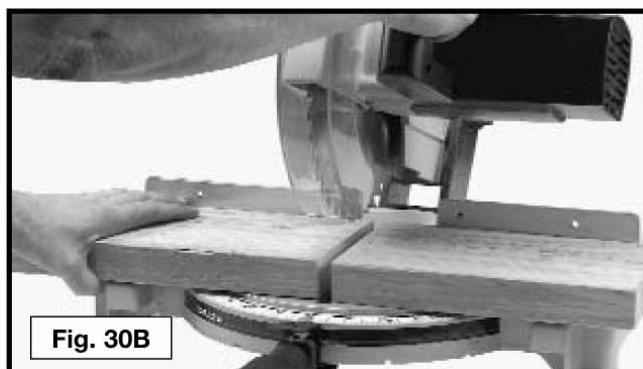
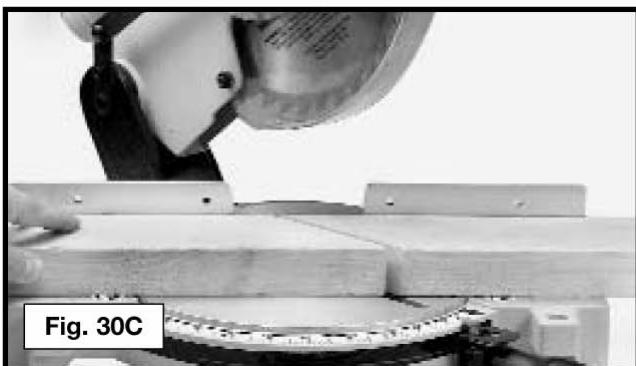

Fig. 30B
Fig. 30C
2. Um padrão 2 x 6 pode ser cortado em uma posição de corte reta de 90° de uma só vez (Fig. 30B) ou em ângulos de esquadria direito e esquerdo de 45° (Fig. 30C).